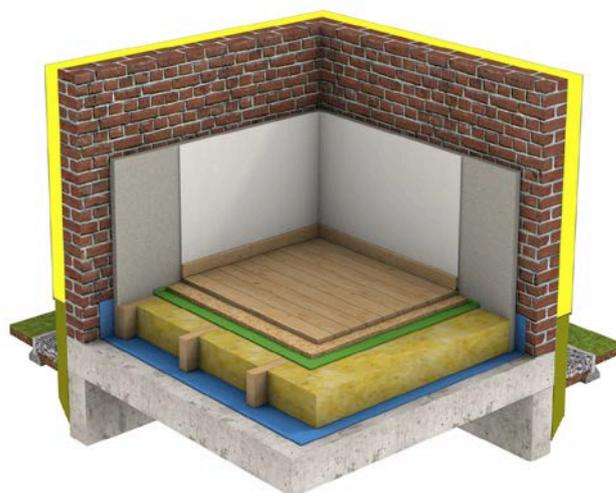

Fig. 2 Isolation au-dessus d'un vide ventilé (vue 3D).
- si l'isolation est mise en œuvre au-dessus d'un vide ventilé inaccessible (voir figures 2 et 4), il convient de réisoler le mur intérieur sur une hauteur suffisante pour obtenir un chemin de moindre résistance thermique de plus d'un mètre. Une des solutions pour diminuer les risques de condensation et de déperdition thermique consiste à utiliser un doublage intérieur avec un enduit régulant l'humidité (paroi chaux-chanvre de 6 à 7 cm d'épaisseur, p. ex.).